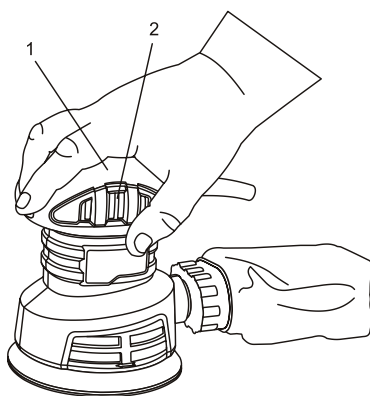

Fig. 7
REMARQUE : Tenez la ponceuse par la poignée (1) sur le dessus (Fig. 7). Veillez à ce que votre main NE couvre PAS les fentes d'aération (2), ce qui pourrait faire surchauffer le moteur et l'endommager.